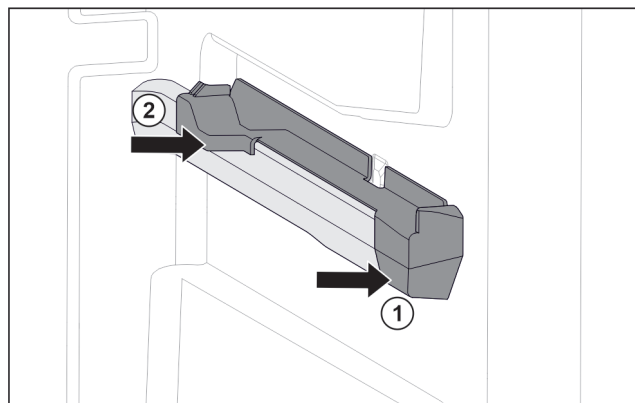

Fig. 76 Наставка върху дясното ребро на съда
- ▶ Поставете наставката отпред към реброто на съда. Fig. 76 (1)
- ▶ Притиснете наставката отзад. Fig. 76 (2)